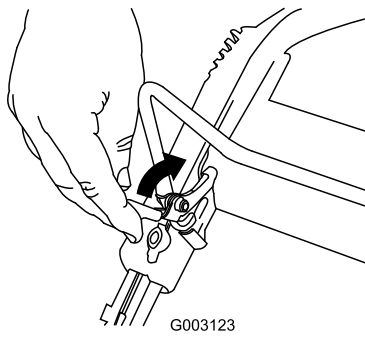

Figure 16
Pour arrêter le moteur, appuyez sur le bouton d'arrêt du moteur (Figure 16) jusqu'à l'arrêt du moteur.
1. Tirez le verrou de la barre de commande en arrière (Figure 16).